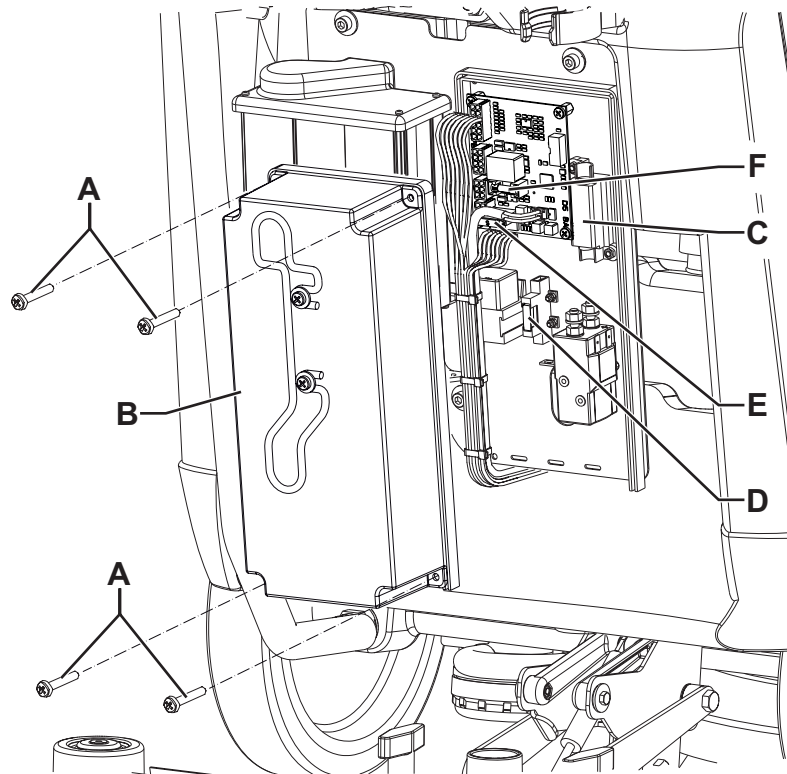

Abbildung 10
1. Batteriestecker (29) trennen.
2. Schrauben (A, Abb. 10) herausdrehen und Deckel (B) des Elektrokastens abnehmen.
- (C): Streifensicherung F1 (40 A), Bürstenmotor
- (D): Messersicherung F2 (30 A), Ansauganlage.
- (E): Messersicherung F3 (5 A), Magnetventil und Steckkarte
- (F): Glassicherung F4 (20 A), Bürsten-Aushaksystem